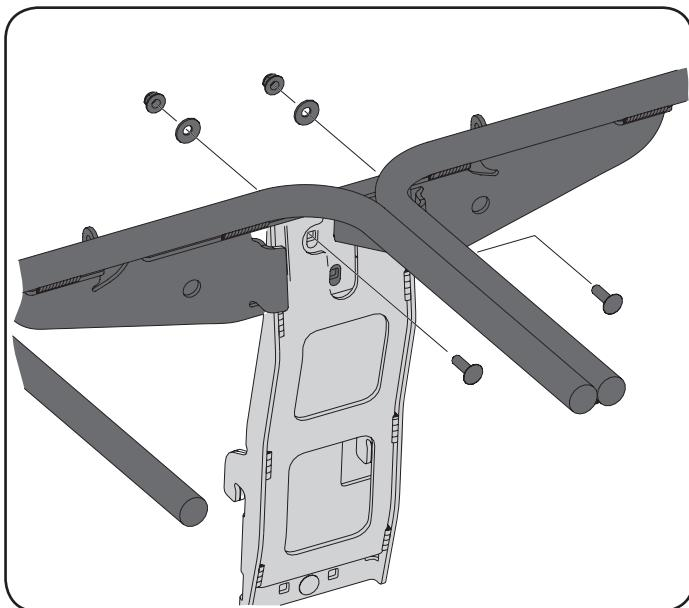

Figura 12
4. Fije el conjunto de suspensión a la ménsula de soporte vertical con dos pernos de carro (710-0276), dos arandelas (736-0242) y dos tuercas (712-04063). Consulte la Figura 12.